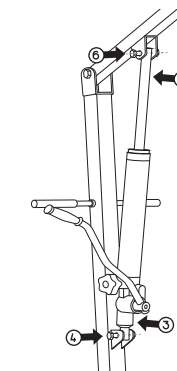

fig. 7
- Fije la parte inferior del sistema hidráulico a las pestañas centrales del mástil y ajuste el tornillo [3 y 4] [fig. 7].
- Fije la parte superior del sistema hidráulico a las pestañas centrales del brazo y ajuste el tornillo [5 y 6] [fig. 7].